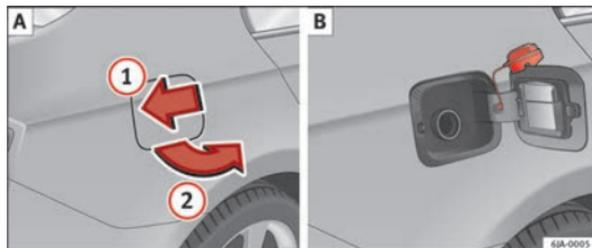

Fig. 122 Parte trasera del vehículo, lado derecho: tapa del depósito / tapa del depósito con el tapón desenroscado
En un adhesivo pegado en el lado interior de la tapa del depósito se indican el tipo adecuado de combustible para su vehículo, así como el tamaño de neumático y la presión de inflado del mismo ⇒ fig. 122 [B].
- Presione sobre la tapa del depósito en el sentido de la flecha ① ⇒ fig. 122.
- Abra la tapa en el sentido de la flecha ②.
- Desenrosque hacia la izquierda el tapón de cierre del depósito y colócalo encima de la tapa del depósito ⇒ fig. 122 [B].